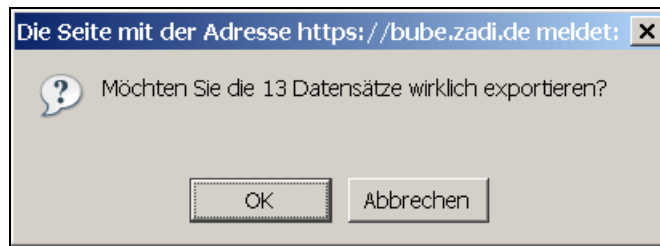

Abbildung 3: Frage, ob der Export wirklich ausgelöst werden soll
8. Der Anwender wird daraufhin gefragt, ob die ausgewählten Datensätze wirklich exportiert werden sollen. Der Export wird mit **OK** ausgelöst (Abbildung 3).